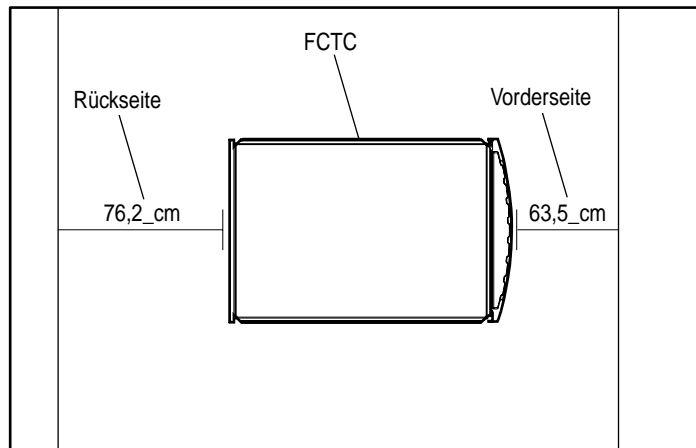

Abbildung 2-1. Erforderliche Stellfläche für den FCTC
- Der Freiraum an der Rückseite des Racks sollte mindestens 76,2 cm betragen, um Wartungsarbeiten zu ermöglichen und eine ausreichende Luftzirkulation sicherzustellen. Siehe Abbildung 2-1.